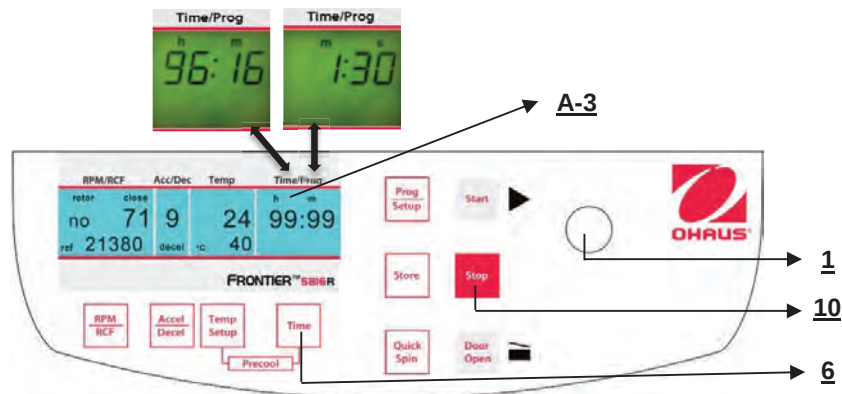

Abbildung 17
3. Der dauerhafte Betrieb "**cont**", der durch die Taste "**Stop**" (10) unterbrochen werden kann (siehe Abbildung 17).
Um den gewünschten Wert einzustellen, benutzen Sie den Anpassknopf (1). Nachdem 59 min 50 sec überschritten werden, wechselt die Anzeige automatisch auf "**h : m**". Nachdem 99 hours 59 min überschritten werden, erscheint das Wort "**cont**" in der Anzeige "**Time/Prog**" (A-3). Dieser dauerhafte Betrieb kann nur durch Drücken der Taste "**Stop**" (10) unterbrochen werden. Der Countdown beginnt so bald die eingestellte Geschwindigkeit erreicht ist. Die Anzeige zeigt immer die verbliebene Zeit. (Siehe Abbildung 17)